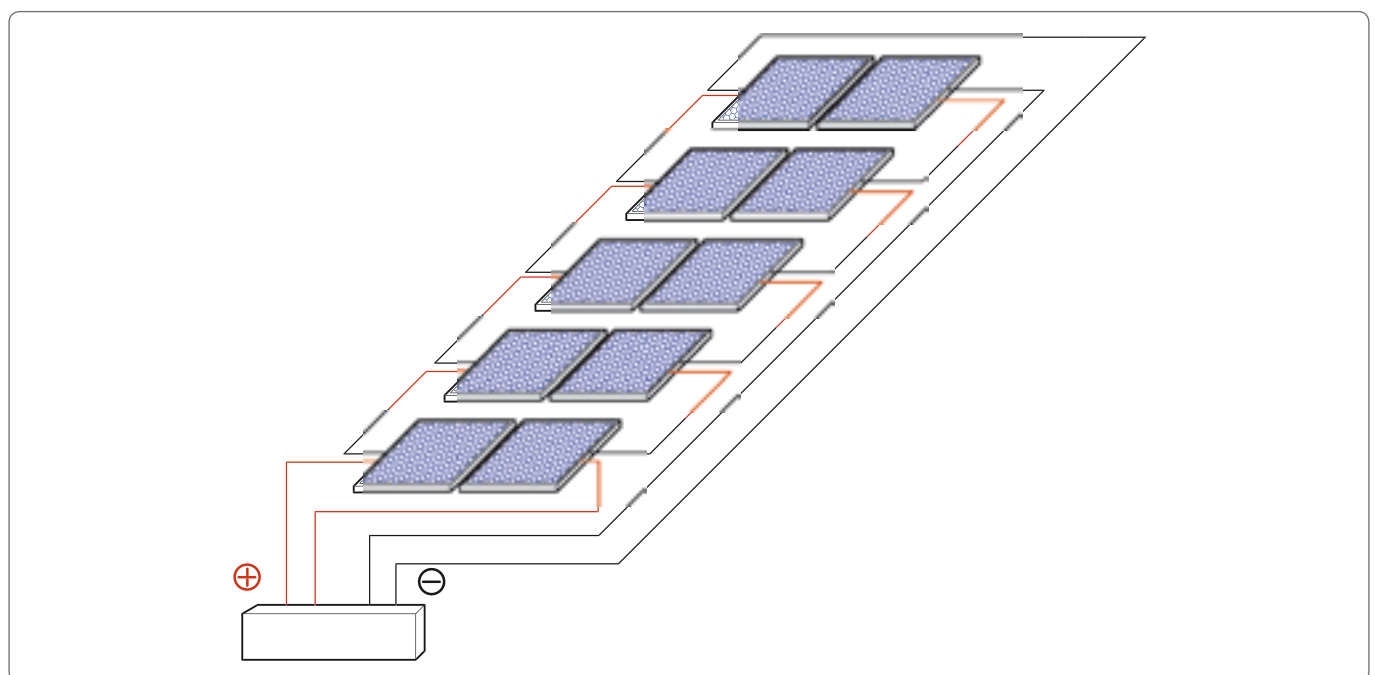

Abb. 2.4: Stringplan für die Variante PV-Generator mit 10 Modulen
5. Es wird immer das nächst höhere Modul mit dem darunter befindlichen verbunden (Schleifen müssen verhindert werden). (siehe Abb. 2.4)
Die Module können problemlos gewechselt werden. Die Stringverkabelung des zu wechselnden Moduls und die anliegenden Klemmen werden gelöst und das Modul anschließend seitlich entnommen. Dabei ist darauf zu achten, dass das darüber liegende Modul fixiert bleibt. Klemmen nicht demontieren, sondern nur lösen. Achtung: Immer nur ein Modul nach dem anderen wechseln. Erst wenn der Einbau abgeschlossen ist, wird das nächste Modul demontiert. Zum Abschluss müssen die Module wieder vorschriftsmäßig verkabelt werden. (Stringplan Punkt 2.4, Abb. 2.4)